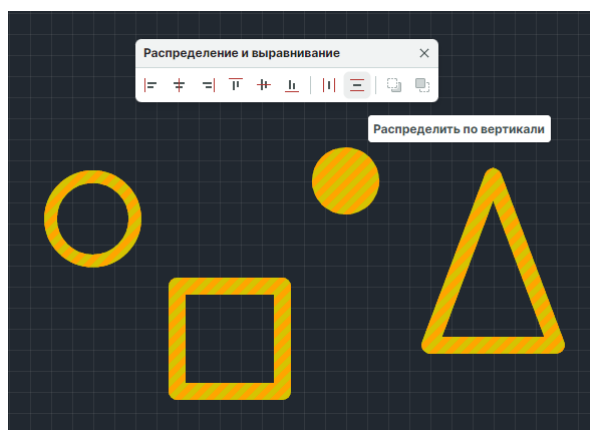

Рис. 302 Выбор инструмента
2. На панели «Распределение и выравнивание» выберите инструмент «Распределить по вертикали», который обозначен иконкой , см. Рис. 302.